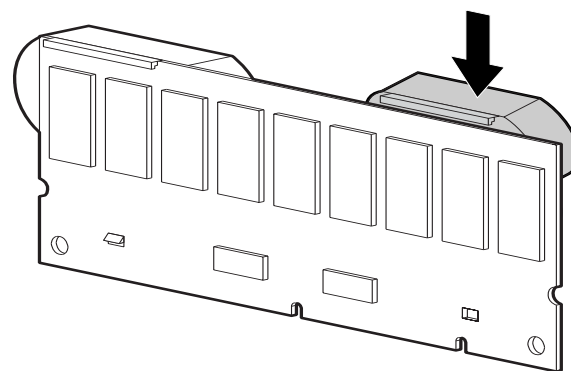

Figura 7: Instalación de las baterías
6. Enganche la nueva batería NiMH a la parte superior del módulo con la batería inclinada 30 grados en el plano del módulo. Consulte la Figura 7.